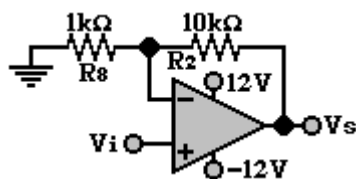

Figura 7.3
6. Arme el circuito de la figura 7.3